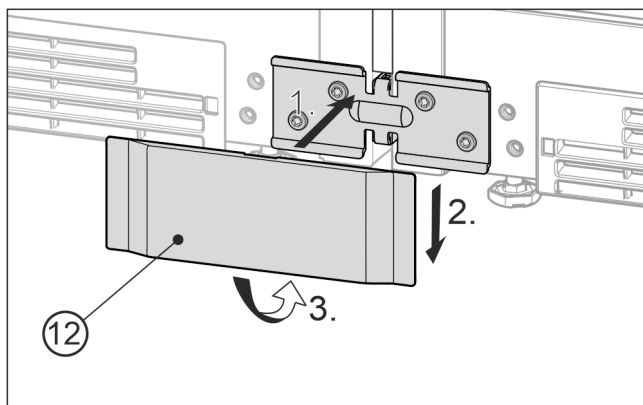

Fig. 24 Näitlik kujutis
- Pange alumine kate Fig. 24 (12) eestpoolt nurgikule Fig. 24 (1), lükake alla Fig. 24 (2) ja fikseerige alt Fig. 24 (3).